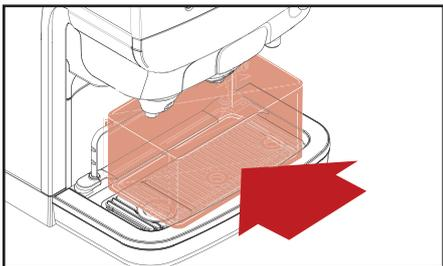

图 5.7 - 放置容器
- 把容器 (图5.7) 放在产品开关之下, 按  开始冲洗。
8. 把容器（图5.7）放在产品开关之下，按  开始冲洗。